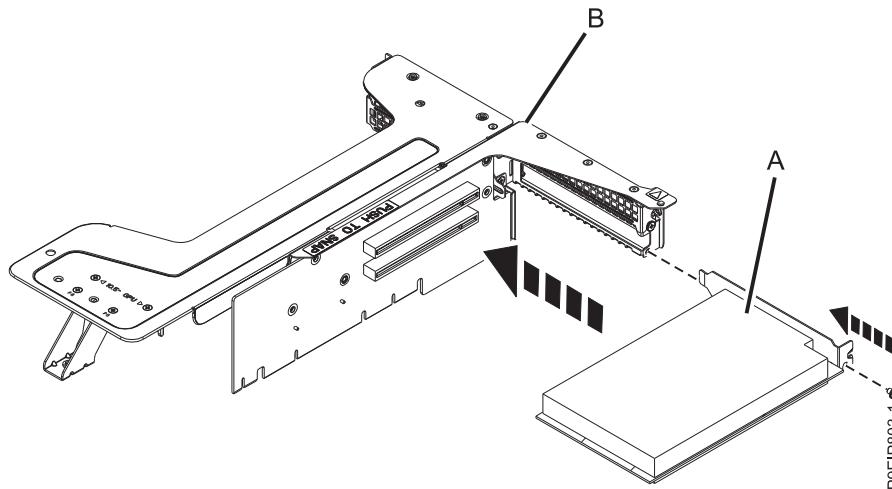

図 55. PCIe ライザーの位置 1 へのアダプターの挿入
- f. PCIe アダプター (A) を PCIe アダプター・ライザー (B) の位置 1 に挿入します (図 55 を参照)。